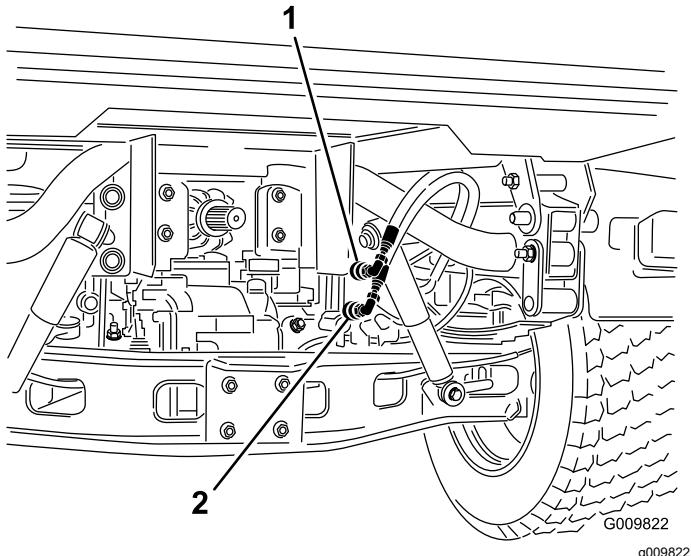

Figure 74
- Sur les deux machines, débranchez les 2 flexibles à raccords rapides des flexibles fixés au support de raccord (Figure 74).